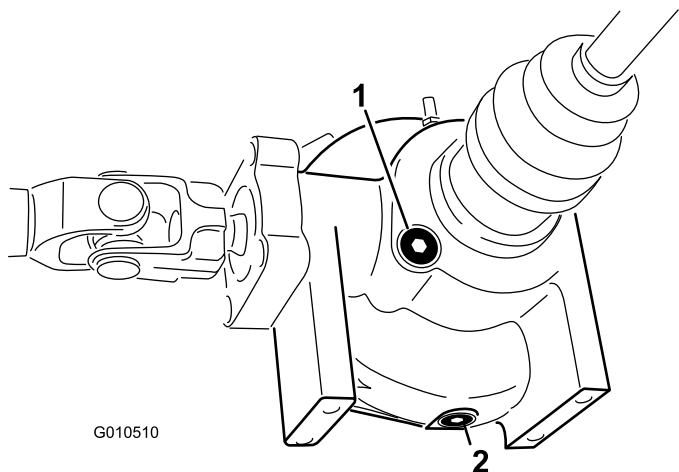

Bild 53
2. Reinigen Sie den Bereich um die Ablassschraube an der Seite des Differenzials (**Bild 53**).